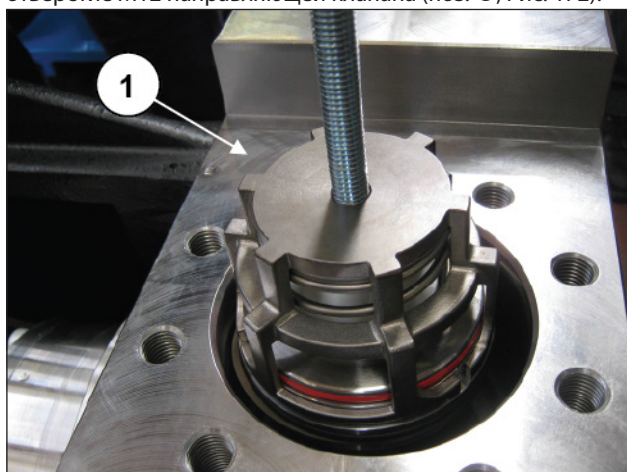

Рис. 172
Извлеките клапанный узел всасывания с помощью съемника с ударной массой, который нужно установить в отверстие M12 направляющей клапана (поз. ①, Рис. 172).